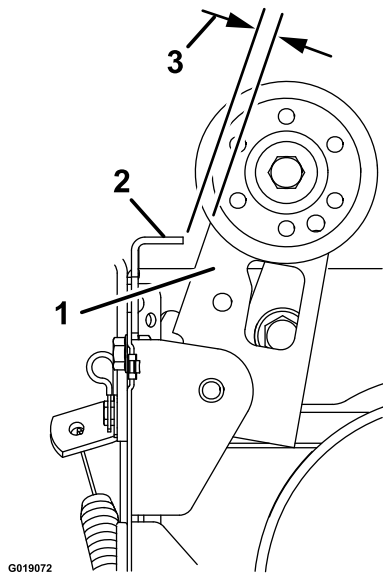

Figura 16
3. Ajuste el tensor hasta que el espacio entre el conjunto del embrague del cepillo y la pestaña sea de 3.2 mm (1/8 pulgada) (Figura 16).